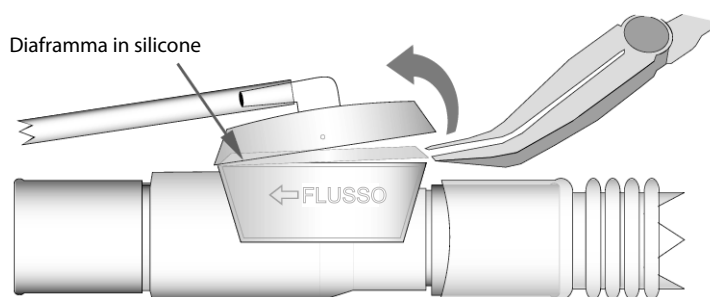

Figura D-1 Rimozione del diaframma in silicone - Circuito paziente pediatrico/adulti
1. Usando un laccio emostatico o un premilingua, aprire delicatamente la valvola di espirazione come mostrato nella Figura D-1. Rimuovere dapprima la copertura superiore, quindi rimuovere il diaframma in silicone. Posizionare il diaframma in silicone in una zona pulita solo sui circuiti monouso. Non tentare di eseguire la procedura riportata di seguito su un circuito riutilizzabile.